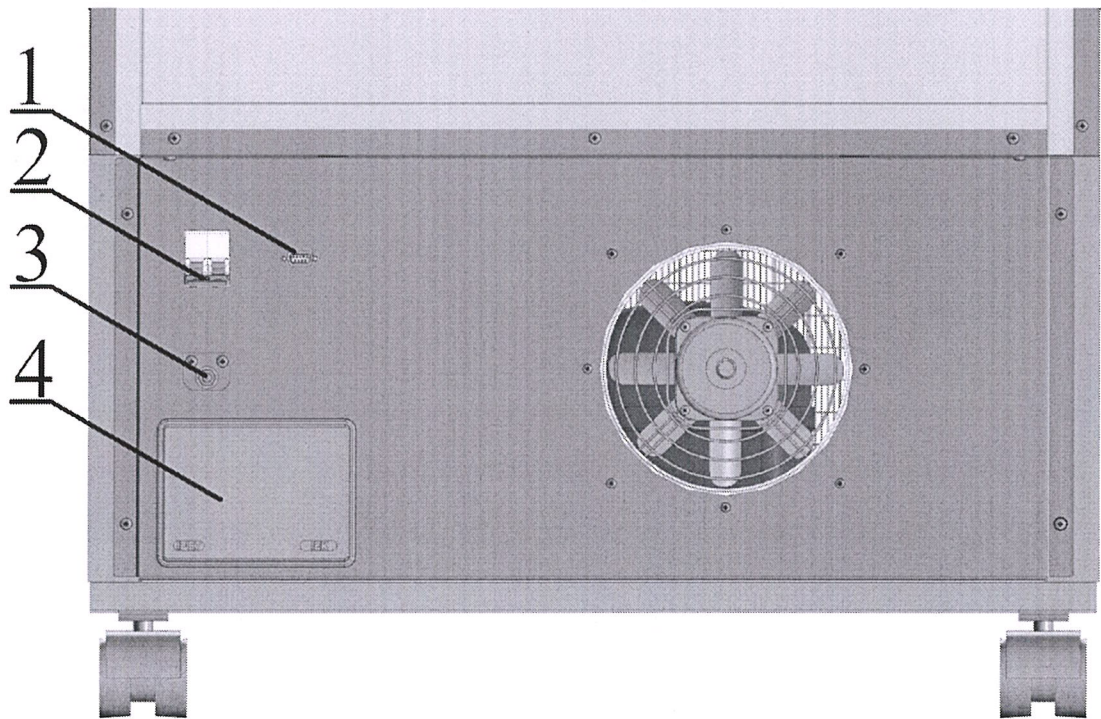

Рисунок 15 – Вид органов управления и контроля, расположенных на задней панели изделия
- включить автоматический выключатель, расположенный на задней панели изделия (рисунок 15, поз. 2);